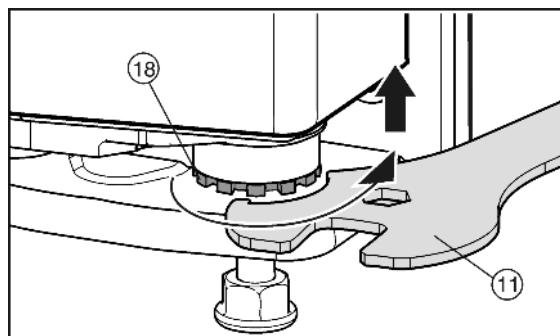

Fig. 13
- ▶ Per sollevare la porta svitare il perno di supporto *Fig. 13 (18)* con la chiave fissa *Fig. 13 (11)* in dotazione ruotando verso destra. Allo stato della consegna il perno di supporto è completamente avvitato.